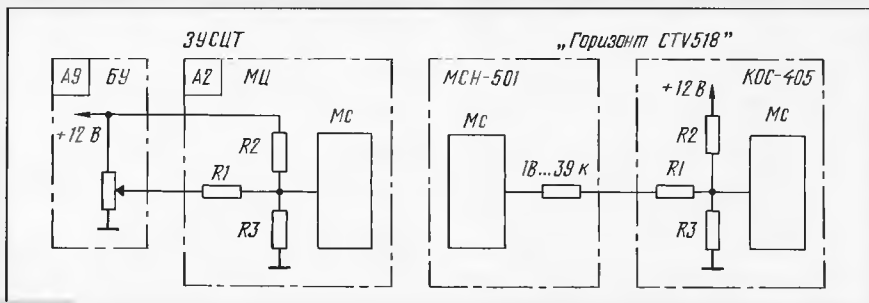

Рис. 4
7. Теперь приступают ко второму этапу подготовки модуля цветности. На рис. 4 показаны обобщенные схемы цепей регулировки яркости, насыщенности и контрастности в телевизорах ЗУСЦТ и СТ518. Из приводимой таблицы видно, что сопротивления резисторов, составляющих эти цепи у телевизоров разных модификаций, существенно отличаются друг от друга. Возникает естественный вопрос: как переводить цепи регулировок на управление от МСН?
Для более точной настройки режима работы видеопроцессора МЦ временно заменить переменными резисторы, соответствующие резистору R3 на рис. 4: в МЦ-2 — R30, R20, R24; в МЦ-3 — R26, R8; в МЦ-31 — R44, R38, R50; в МЦ-31-1/31-2 — R52, R49, R46; в МЦ-41 — R38, R23, R29. Номера резисторов указаны в следующем порядке: цепь регулировки яркости, насыщенности, контрастности. Вместо них в МЦ-31/41 устанавливают переменные резисторы номиналом 20 кОм, в остальных МЦ — 7...10 кОм.
9. Приступаем к регулировке системы отображения информации. Нажатием кнопки "SL" на панели МСН выбираем последовательно регулировки яркости, насыщенности, контрастности. Для каждой из них кнопками "VBSC+" или "VBSC-" устанавливаем средний уровень на шкале регулировки. После этого вновь регулируем переменные резисторы, соответствующие резистору R3 на рис. 4, добиваясь яркой и сочной картинки. Итак, средний уровень регулировок установлен. Проверьте интервал их изменения. Если какая-нибудь из них недостаточно эффективна, необходимо уменьшить номинал резистора в этой цепи, соответствующего резистору R1 на рис. 4. Если регулировка от минимума до максимума занимает лишь часть шкалы, номинал резистора нужно увеличить. Затем окончательно подрегулируйте резисторы R3 и замените их постоянными.